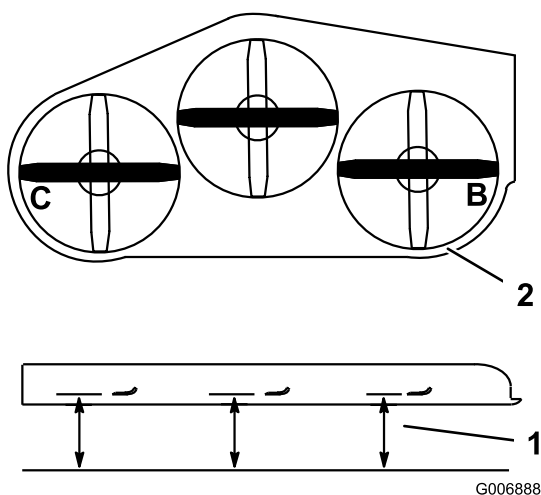

Figura 94
- Mida en las posiciones **B** y **C** desde una superficie nivelada hasta el filo de corte de los extremos de las cuchillas (Figura 94).